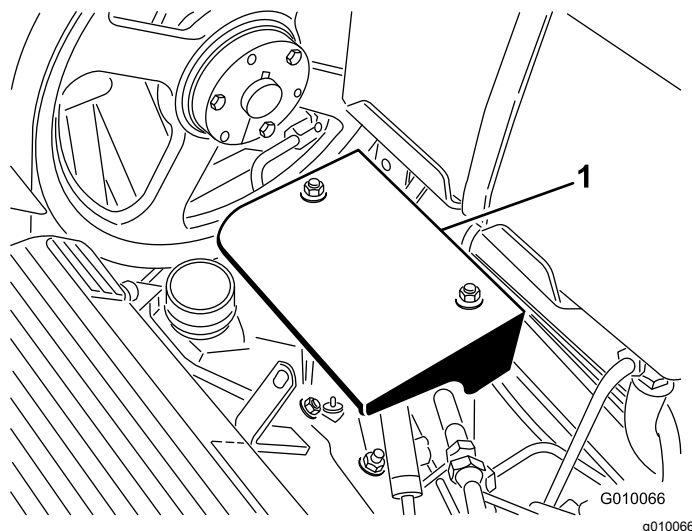

Figura 57
3. Togliete i due dadi di montaggio del carter della pompa e rimuovete il carter (Figura 57).